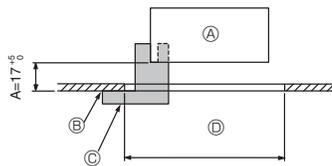
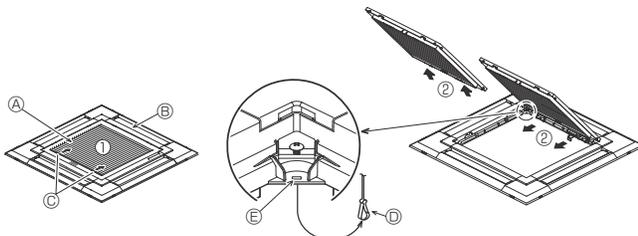
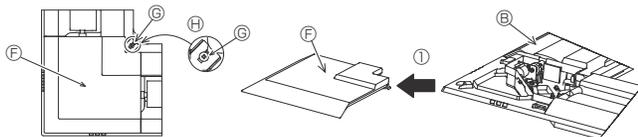

Fig. 9-2
Fig. 9-3
Fig. 9-4
① Gitter	1	950 x 950 (mm)
② Installationsmessgerät	1	(In 4 Teile unterteilt)
③ Schraube (4 x 16)	1	für PLP-6EAE, PLP-6EALME, PLP-6EALME
④ Eckplatte für den i-see sensor	1	für PLP-6EAE, PLP-6EALME, PLP-6EALME
⑤ Drahtlose Fernbedienung	1	für PLP-6EALM, PLP-6EALME
⑥ Fernbedienungshalter	1	Im Lieferumfang enthalten, wenn die drahtlose Fernbedienung vorhanden ist.
⑦ LR6-AA-Batterien	2	Im Lieferumfang enthalten, wenn die drahtlose Fernbedienung vorhanden ist.
⑧ 3,5 x 16 Gewindefschrauben	2	Im Lieferumfang enthalten, wenn die drahtlose Fernbedienung vorhanden ist.
9.2. Vorbereitung zum Anbringen des Gitters (Fig. 9-2)
- Mit der mit diesem Bausatz gelieferten Lehre ② die Position des Hauptgeräts im Verhältnis zur Deckenoberfläche überprüfen. Wenn das Hauptgerät im Verhältnis zur Deckenoberfläche nicht richtig positioniert wird, kann Luft austreten, oder es kann sich Kondensationsflüssigkeit ansammeln.
- Ⓒ Installationsmessgerät ② (in das Hauptgerät eingeführt)
9.2.1. Das Ansauggitter abnehmen (Fig. 9-3)
- Zum Öffnen des Ansauggitters die Hebel in die Richtung, die durch Pfeil ① gekennzeichnet ist, schieben.
- Das Scharnier des Ansauggitters bei geöffnetem Ansauggitter (Position „offen“) vom Gitter wie durch Pfeil ② gekennzeichnet, abnehmen.
9.2.2. Die Eckplatte abnehmen (Fig. 9-4)
- Die 4 Schrauben an der Ecke lösen. Die Eckplatte in Pfeilrichtung ① in der Abbildung schieben und die Eckblende abnehmen.
[Fig.9-3] [Fig.9-4]